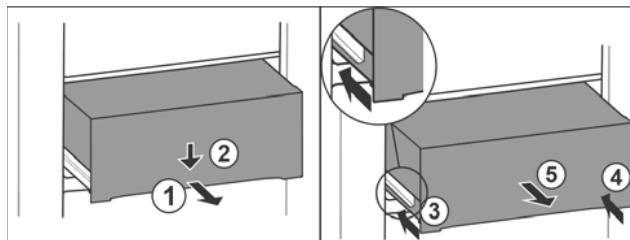

Fig. 91
- Вытяните выдвижной ящик наполовину. *Fig. 91 (1)*
- Вдавите выдвижной ящик в передней части вниз. *Fig. 91 (2)*
- Задвиньте левую направляющую прим. на 2 см. *Fig. 91 (3)*
- Задвиньте правую направляющую прим. на 2 см. *Fig. 91 (4)*
- Извлеките выдвижной ящик движением вперед. *Fig. 91 (5)*